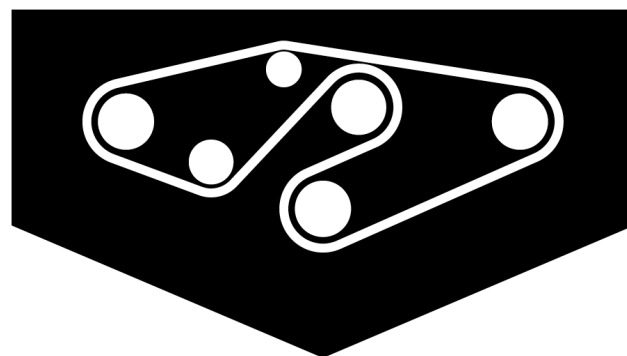

図 38
4. 図38のように、スピンドル・プーリとアイドラ・プーリに新しいベルトを回しかける。